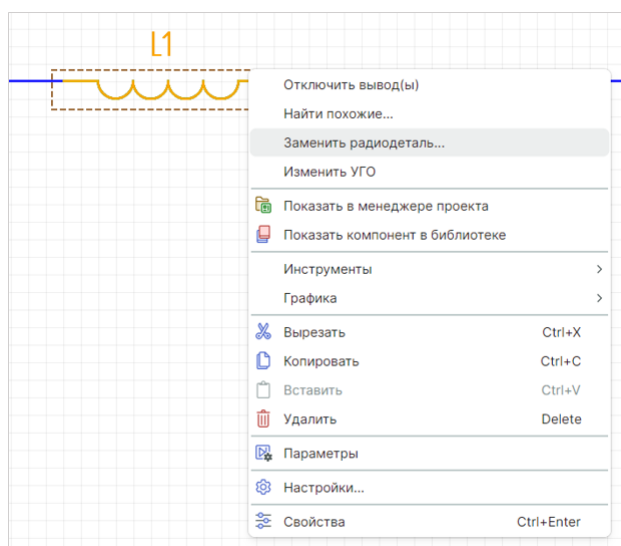

Рис. 96 Инструмент «Заменить радиодеталь/компонент»
1. Вызовите контекстное меню для размещенного компонента и выберите «Заменить радиодеталь», см. Рис. 96.